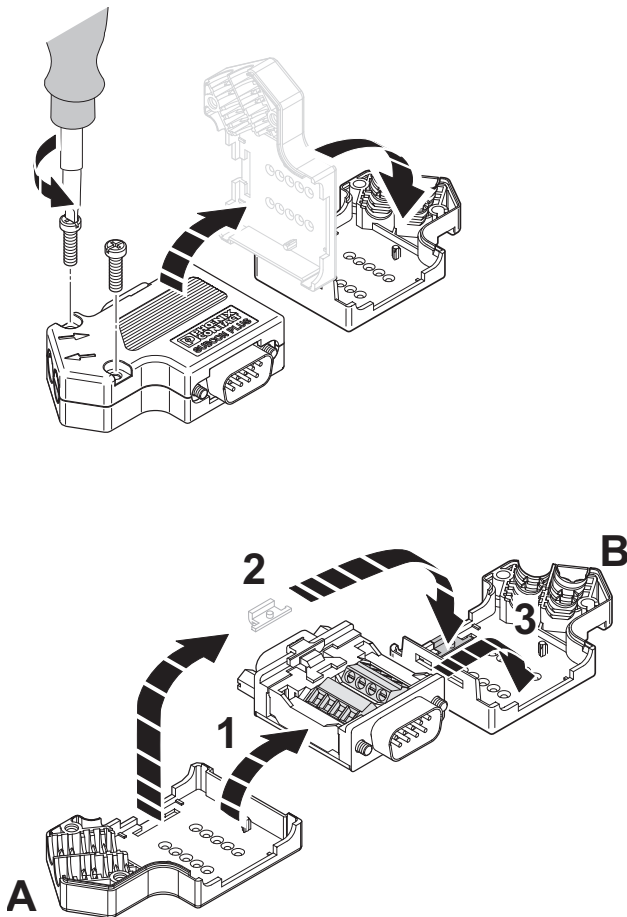

Bild 6 Montage des D-SUB-Steckers für rechtsseitige Kabelzuführung
- Lösen Sie die Gehäuseschrauben und heben Sie die Gehäuseoberschale ab (A in Bild 6).
- Legen Sie die Leiterplatte in die Gehäuseoberschale (B in Bild 6) und verschrauben Sie die abisolierten Leiter in den entsprechenden Kontakten des Anschlussblocks.